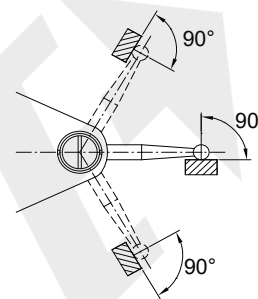
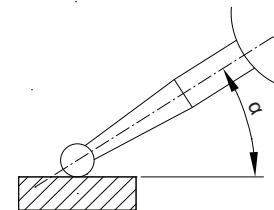

Abb.4
Abb.5
3. Während der Messung sollte der Tastereinsatz senkrecht zur Messrichtung stehen (Abb.4). Wenn der Tastereinsatz in einem Winkel zur Messrichtung steht (Abb. 5), muss folgende Korrektur vorgenommen werden.